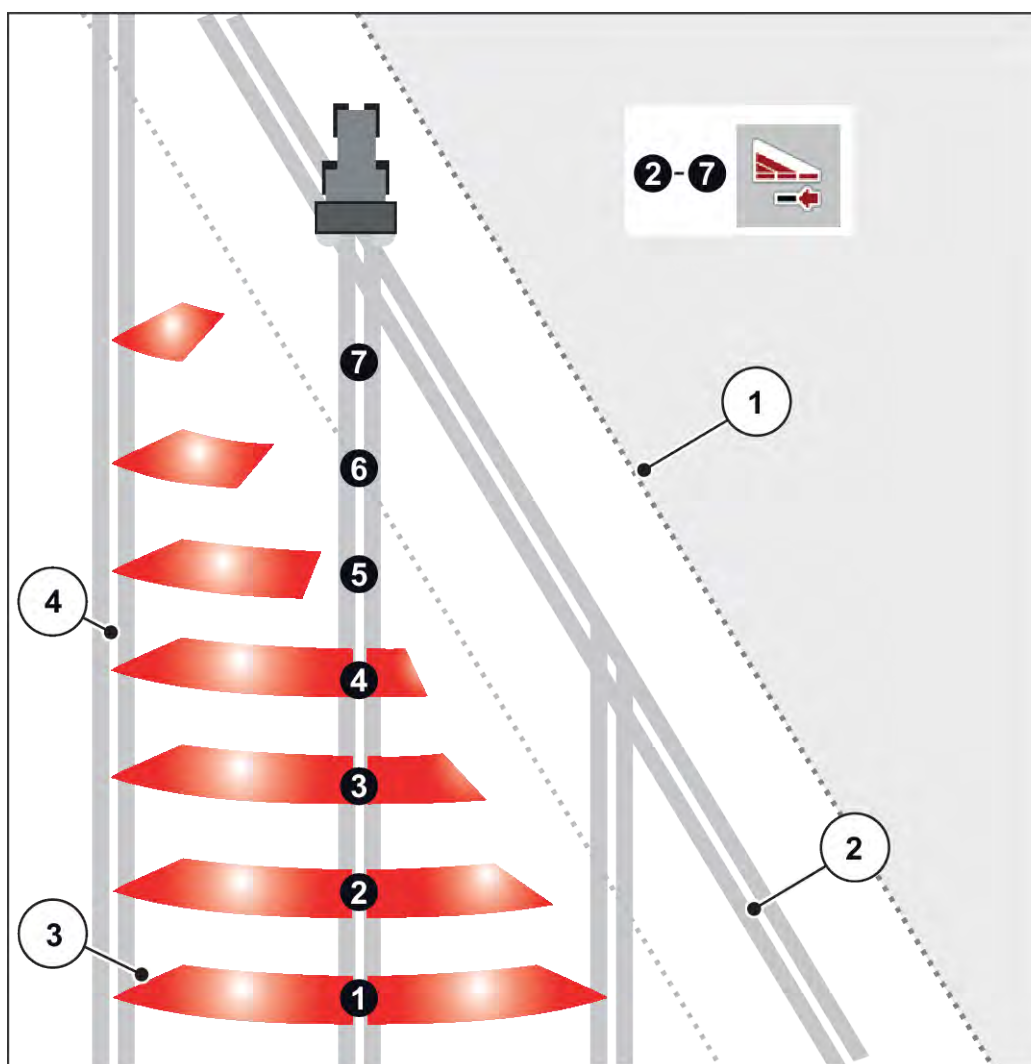

Fig. 42: Automatisk delbreddeaktivering
- Delbreddeaktivering er mulig udefra og ind eller indefra og ud. Se Fig. 42 Automatisk delbreddeaktivering.